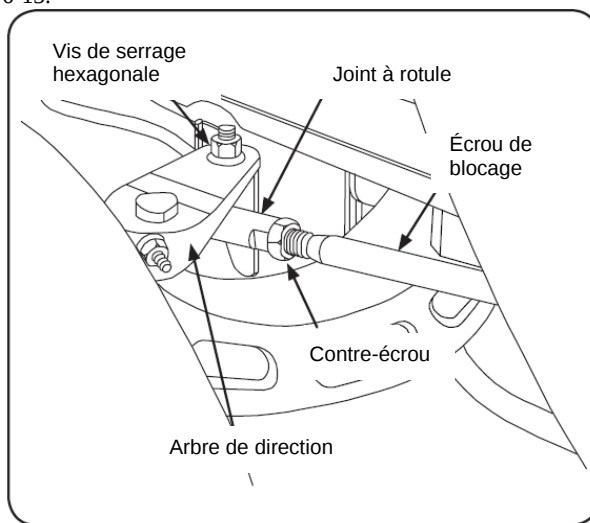

Figure 6-13
5. Dévissez les contre-écrous des joints à rotule. Consultez la Fig. 6-13.
7. Déconnectez les joints à rotule avant des arbres de direction en enlevant les vis de serrage hexagonales. Référez-vous à la Fig. 6-13. Déplacez chaque roue manuellement pour réussir le pincement requis et égalisez les mesures D.